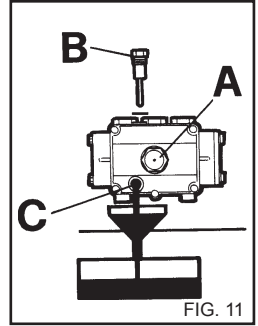

FIG. 11
- 2) Skru hætten med oliemålepind (fig. 11) af.